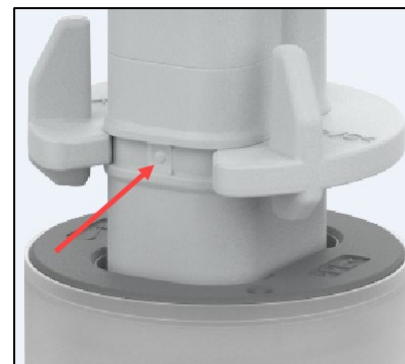

Abbildung 10
- *Auf korrekte Montage des Sicherungsring achten! Die Markierung am Rohr muss an der Öffnung des Sicherungsring sichtbar sein. (Siehe Abbildung 10)*